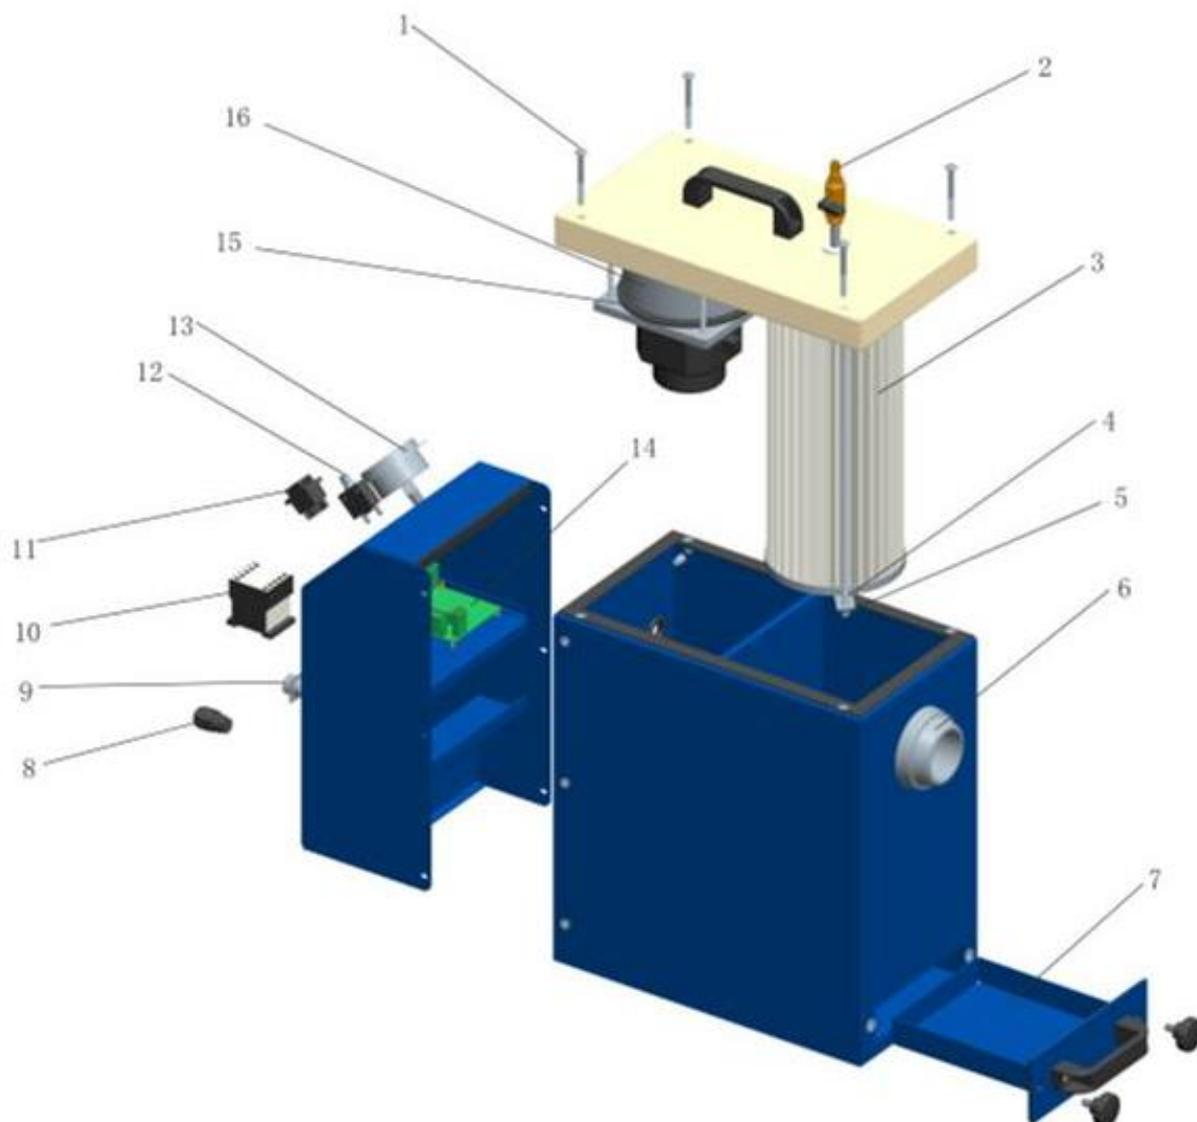

Рисунок 1 – Принцип работы
- 1) Подключите систему подачи сжатого воздуха (1).
- 2) Установите предохранительный клапан на 5 бар и откройте рычаг (2) клапана на штуцере. В зависимости от давления, сжатый воздух создает пылеудаляющую струю и заставляет пылеудаляющую насадку вращаться внутри картриджа фильтра тонкой очистки. Фильтр очищается путем ручного перемещения пылеудаляющей системы вверх и вниз.
- 3) Удалите собранную пыль из пылесборника (7) (*Рисунок 1 – Принцип работы*).
#### Порядок замены фильтра (*Рисунок 1 – Принцип работы*):